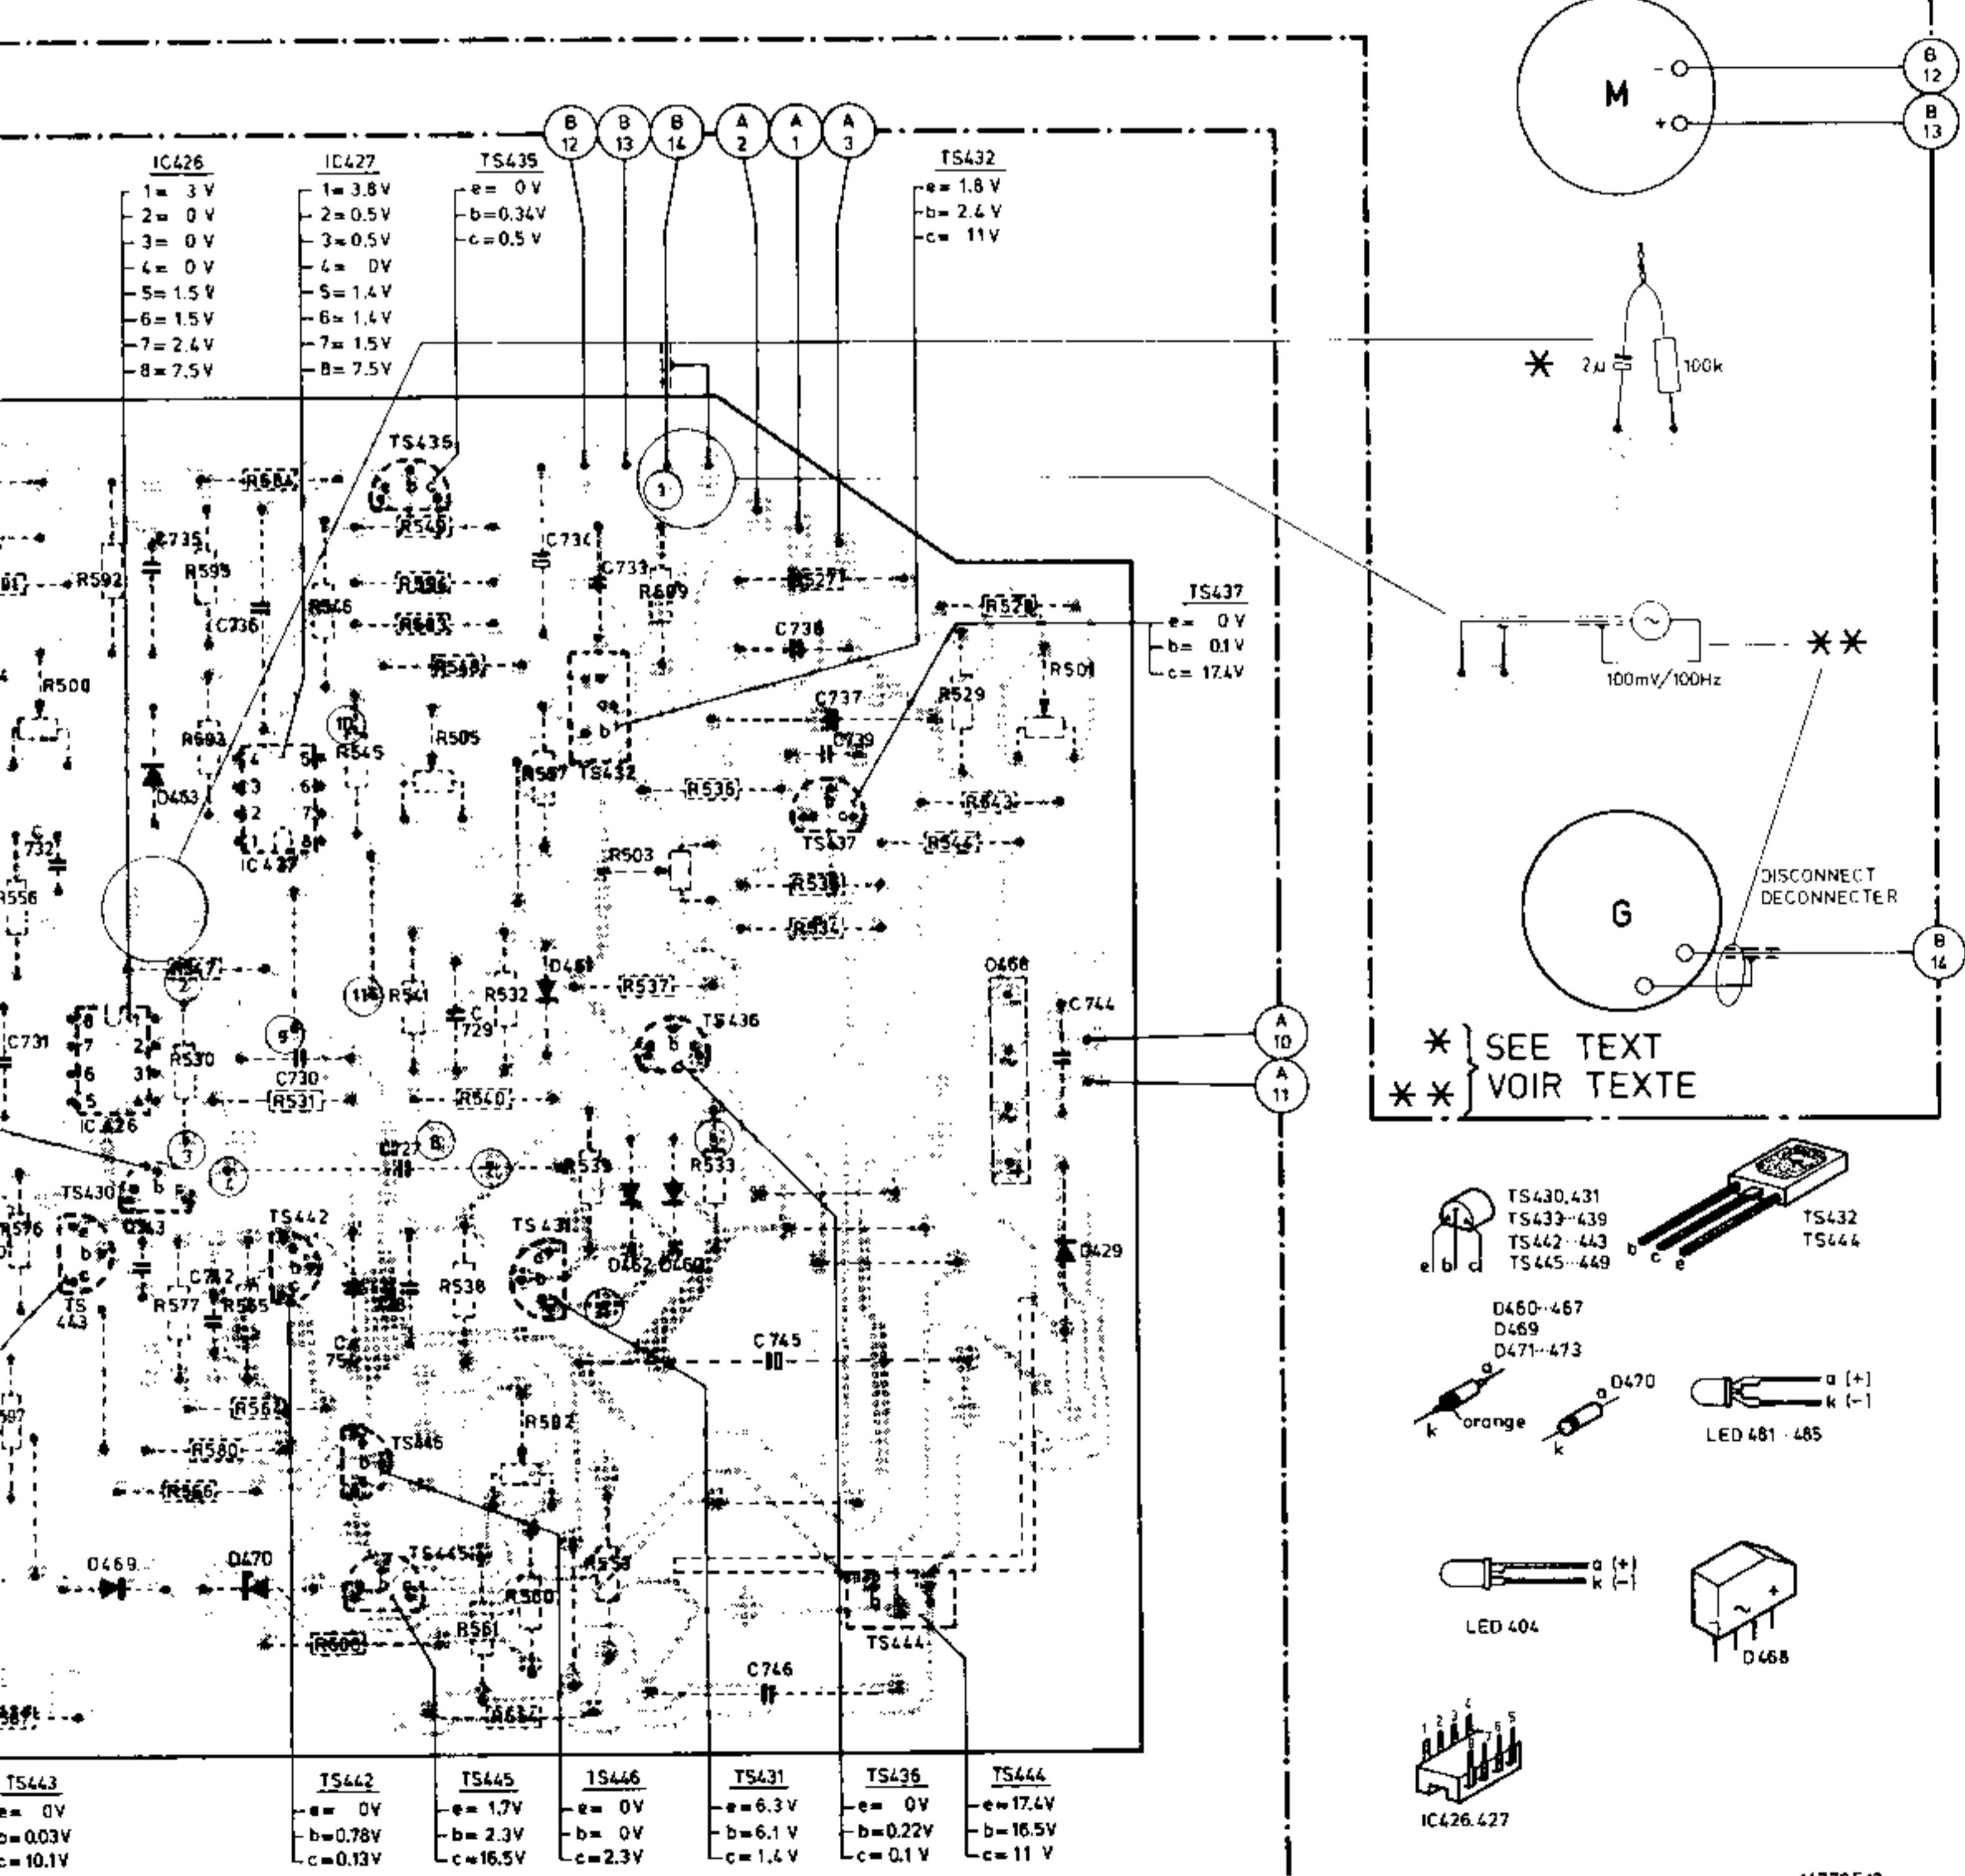

Fig. 7
To check the mechanical performance of the record player without turntable, a $2 \mu\text{F}$ capacitor and a $100 \text{ k}\Omega$ resistor have to be added in series on the print side. See wiring diagram Fig. 7.
On the print side of this connection an external voltage of 100 mV - 100 Hz (audio generator) must be connected. See wiring diagram, Fig. 7.
Om zonder draaitafel de mechanische werking van de platenspeler te controleren, moet op de printzijde een condensator van $2 \mu\text{F}$ en een weerstand van $100 \text{ k}\Omega$ in serie toegevoegd worden, zie bedradingsschema Fig. 7.
* Op de printzijde van deze aansluiting moet een externe spanning van 100 mV - 100 Hz (toongenerator) aangesloten worden, zie bedradingsschema Fig. 7.